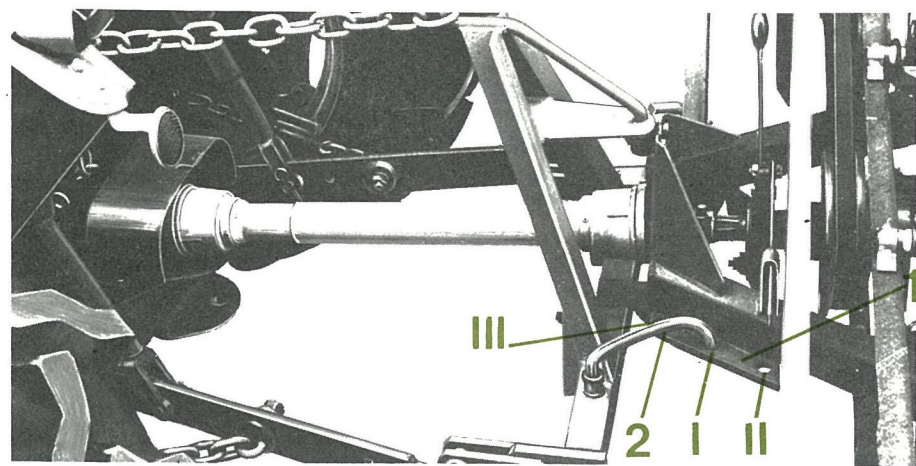

FIG. 6
Trois positions peuvent être choisies grâce au secteur à trous (1, fig. 6) avec sa broche de verrouillage (2, fig. 6) :
Une position perpendiculaire à la direction d'avancement (fig. 6 et 7) position (I).
Une position inclinée de 20° vers la gauche par rapport à la direction d'avancement (fig. 6 et 7) position (II).
Une position inclinée vers la droite (andainage en marche arrière) position (III) (fig. 6).
■ inclinaison du virandain par rapport à la direction d'avancement (voir page 8) : position inclinée de 20° à gauche par rapport à la direction d'avancement (voir page 8 fig. 6 et 7).